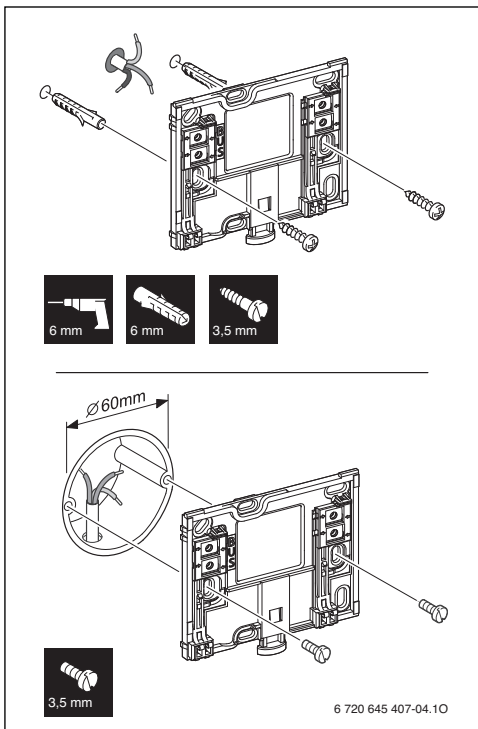

Fig. 3 Installazione della base
- Installare la base sulla parete (→ fig. 3).